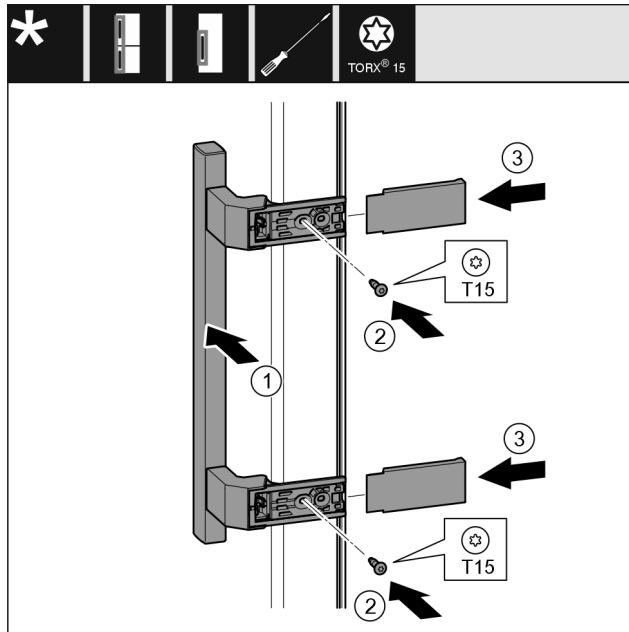

Fig. 47
- ▶ Установите ручку Fig. 47 (1) на противоположной стороне.
- ▶ Затяните винты Fig. 47 (2) отверткой.
- ▶ Установите крышки Fig. 47 (3) сбоку и надвиньте их.